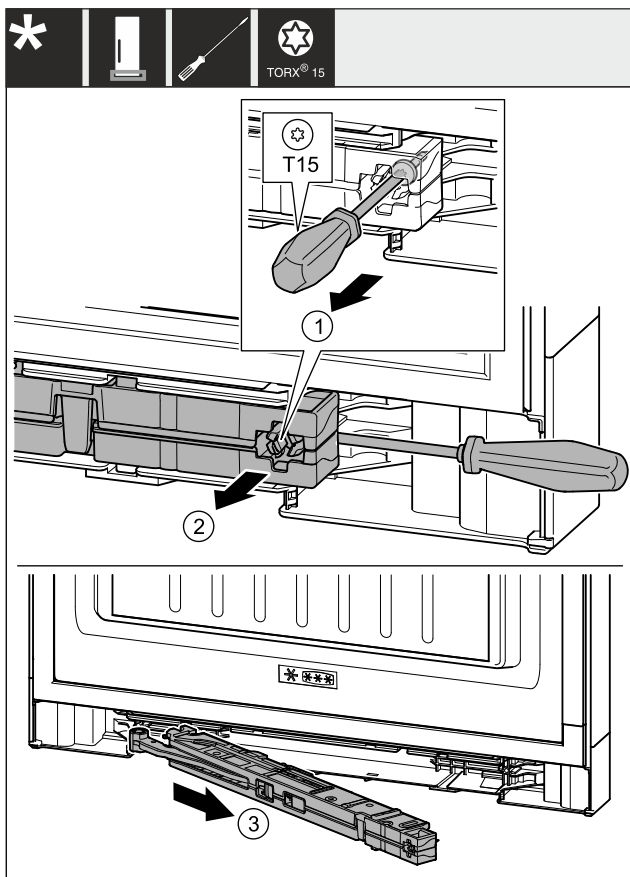

Fig. 7
- ▶ Vabastage sulgemismortisaatori mooduli kruvi kruvikeerajaga T15 u 14 mm. Fig. 7 (1)
- ▶ Lükake kruvikeeraja käepideme küljel sulgemismortisaatori mooduli taha. Pöörake moodulit ettepoole. Fig. 7 (2)
- ▶ Tõmmake moodul välja. Fig. 7 (3)